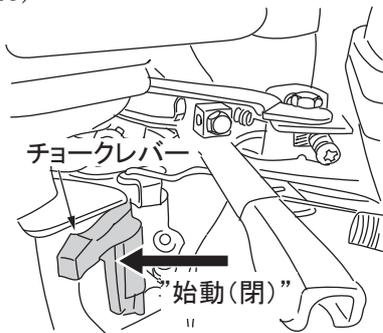

図 15
2. エンジンが冷えている時や始動しにくい場合はのチョークレバーを閉じてください。必要以上にチョークレバーを全閉のままにしておきますと燃料の吸い込み過ぎとなります。(図15)